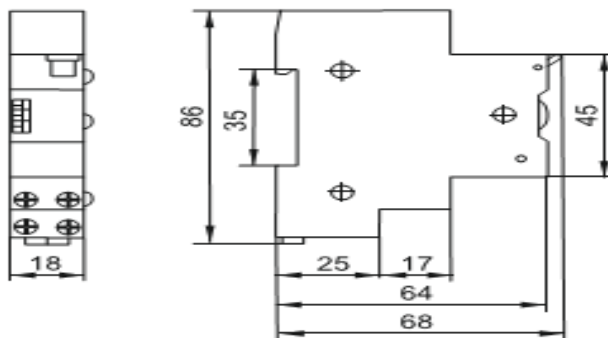

Figura 1 – Temporizator TO-47
2.2 Dimensiunile generale și de montaj ale temporizatorului sunt prezentate în figura 1.